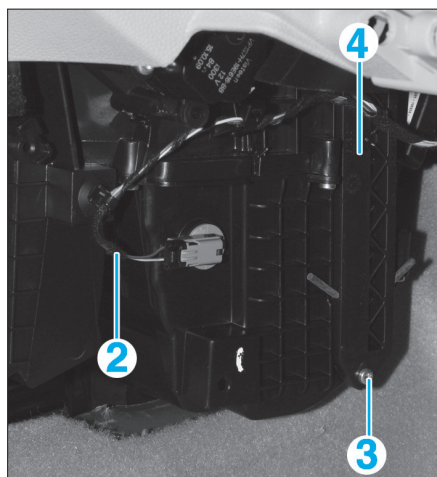

Fig. 2
- Débrancher puis dégrafer le faisceau (2) (Fig.2).
- Déposer la vis (3).
- Déposer le couvercle (4).